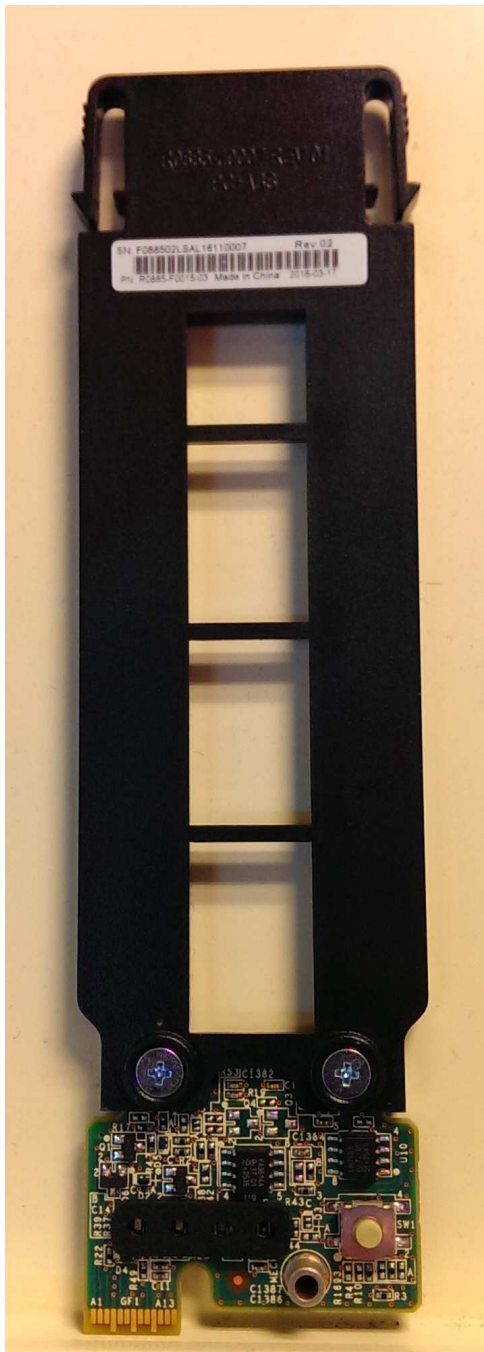
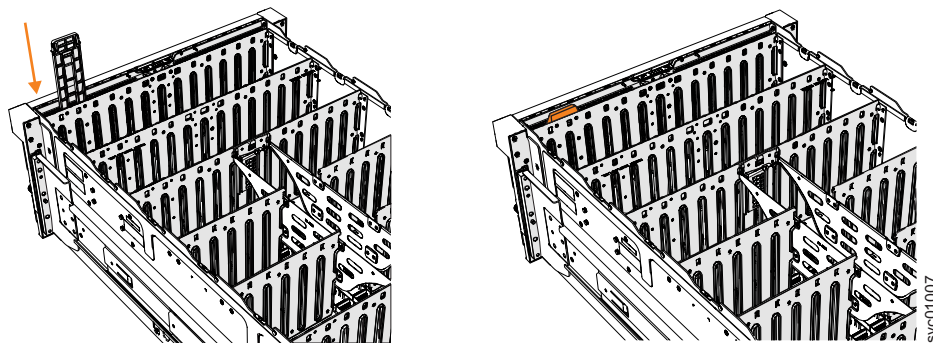

Figura 130. Montagem do painel de exibição
Figura 131. Instalando o conjunto do painel de exibição
1. Remova o conjunto do painel de exibição, que é mostrado em Figura 130 na página 143, de sua embalagem.
2. Alinhe com cuidado o conjunto do painel de exibição no slot na frente do gabinete de expansão, conforme mostrado em Figura 131 na página 144. Assegure-se de que o conjunto do painel de exibição, mostrado em Figura 130, esteja virado para fora do chassi.